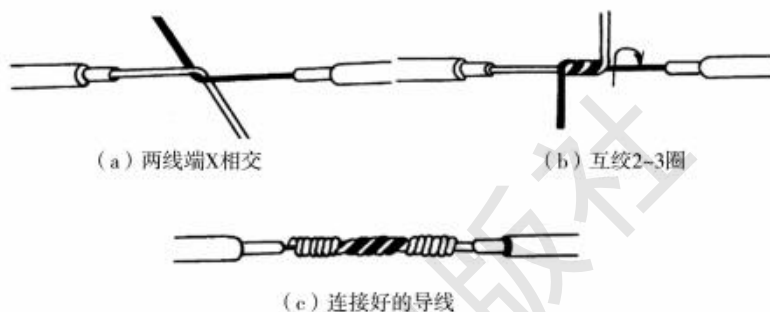

图1-2 单股铜芯线的直线连接
1) 把两根线头在离芯线根部的1/3处呈“×”状交叉,如图1-2(a)所示。
2) 把两线头如麻花状互相紧绞合2~3圈后将两线头扳起与主干线保持基本垂直,如图1-2(b)所示。
4) 另一端头的加工方法,按上述步骤第3)步操作。连接好的导线如图1-2(c)所示。